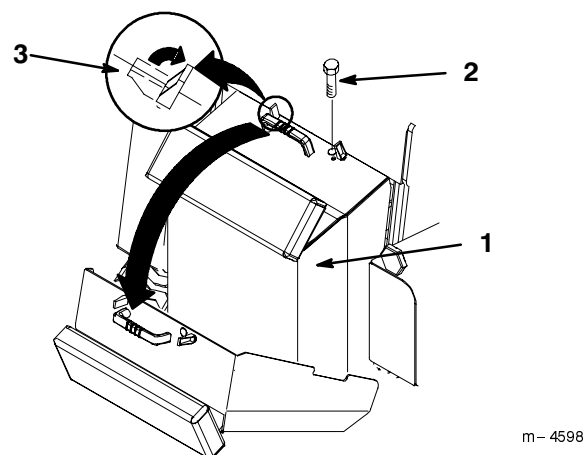

Abbildung 23
2. Die zwei Sicherungszungen lösen und die Schraube an der Oberseite der hinteren Zugangsabdeckung entfernen (Abb. 23).
3. Den Griff fassen und die Abdeckung nach oben und nach hinten ziehen, um sie zu öffnen (Abb. 23).